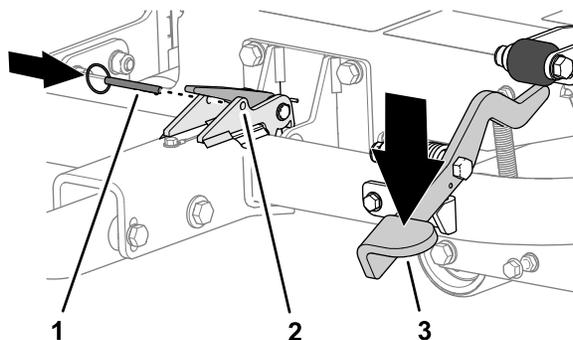

Рисунок 19
3. Нажимайте на педаль сцепки, пока сцепка не зафиксирована на месте (Рисунок 19).
4. Вставьте стопорный штифт в отверстия защелки (Рисунок 19).